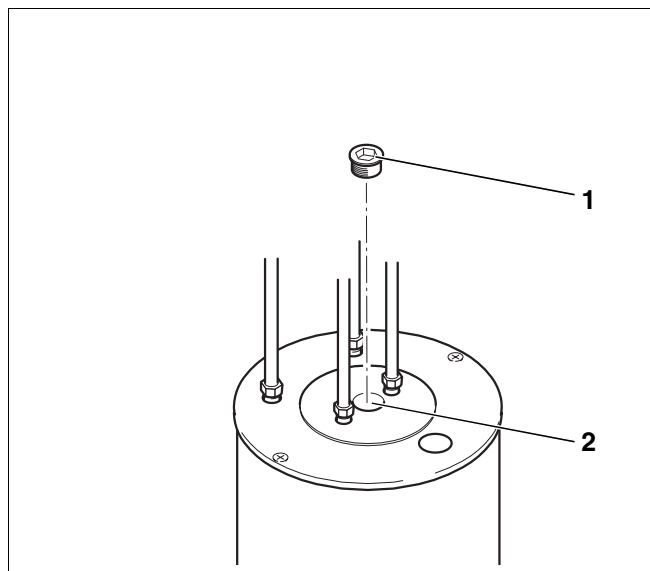

Abb. 9 Stopfen herausdrehen
- Stopfen (Abb. 9, **Pos. 1**) aus der Revisionsöffnung herausdrehen.
- Stopfen (Abb. 9, **Pos. 1**) wieder in die Revisionsöffnung eindichten.